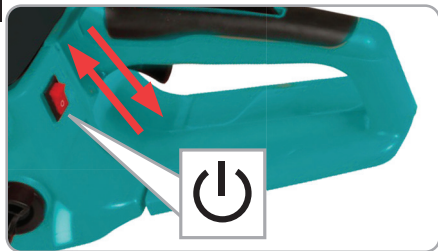

Fig.9
- Apăsati comutatorul pe poziția PORNIT (fig.9).